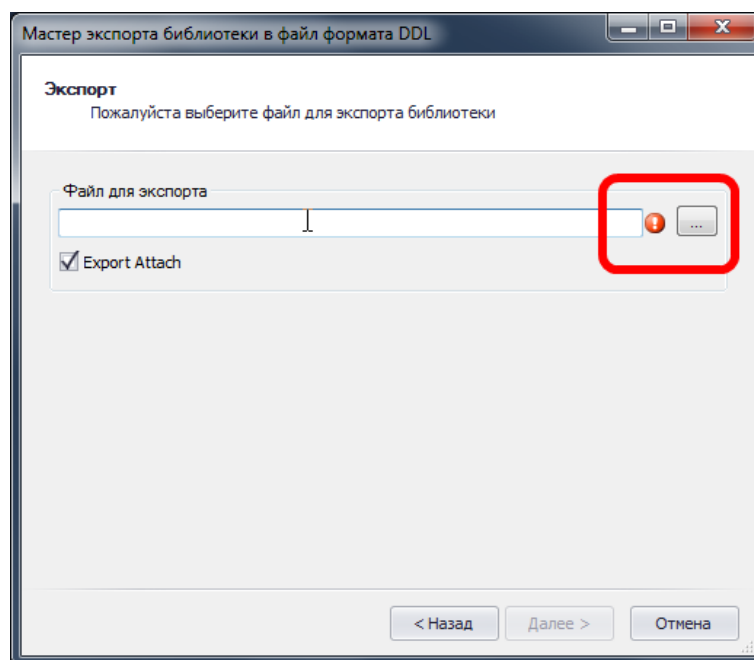

Рис. 114. Выбор файла для экспорта
2. В отобразившемся окне мастера нажмите кнопку  - «Выбор», отмеченную на Рис. 114 для выбора места сохранения файла данных, экспортируемых из библиотеки и имени данного файла. Выбор осуществляется с помощью стандартного механизма операционной системы.